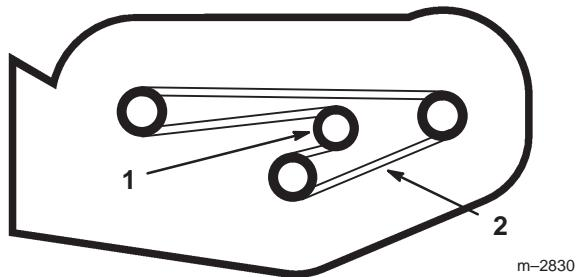

Figure 32
3. Appuyez sur la poulie de tension pour détendre la courroie et la déposer des poulies (Fig. 32).
1. Installez la courroie neuve autour des poulies de lames et de la poulie de tension (Fig. 32). La courroie suit le même chemin sur le modèle à éjection arrière.